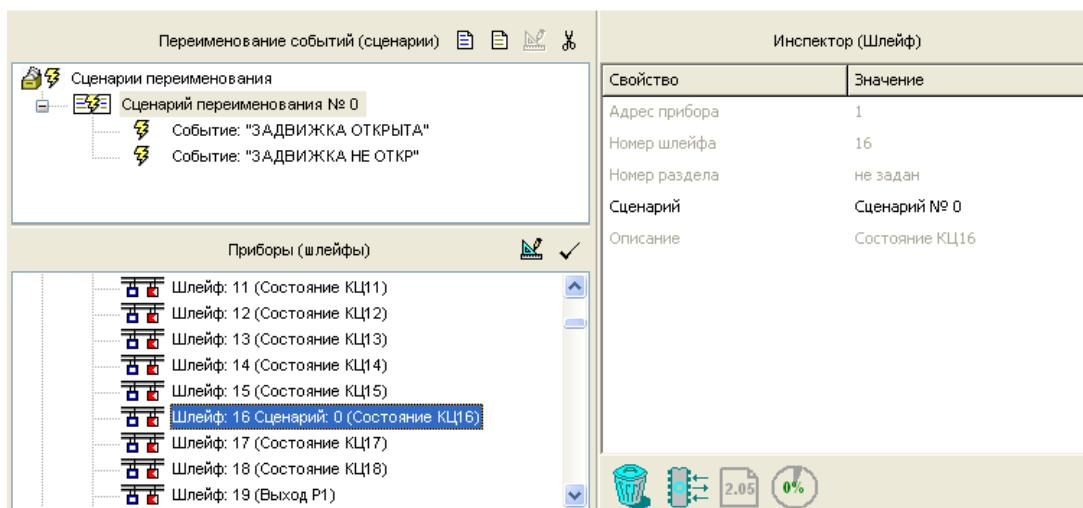

Рисунок 20
7. В нижнем окне «Приборы (шлейфы)» выделите зону, имеющую тип 11 (в базовой конфигурации «Поток-ЗН» это шлейф 16), и нажмите кнопку  . Созданный сценарий будет назначен выбранной зоне (для базовой конфигурации «Поток-ЗН» - шлейфу 16) (см. Рисунок 20).